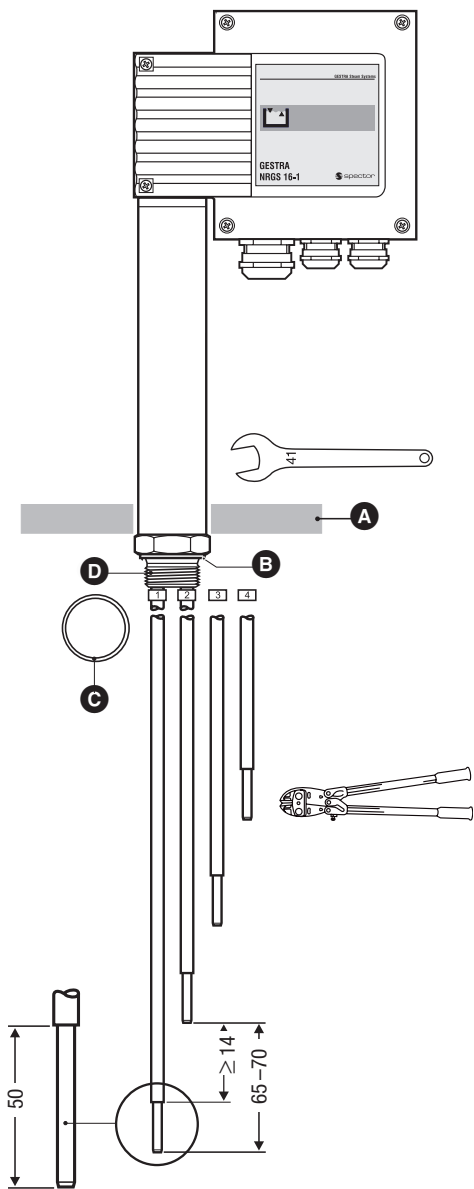

Fig. 3
1. Meetlengten van de elektrodestaven vastleggen en maten in tabel functies invullen. **Fig. 3**